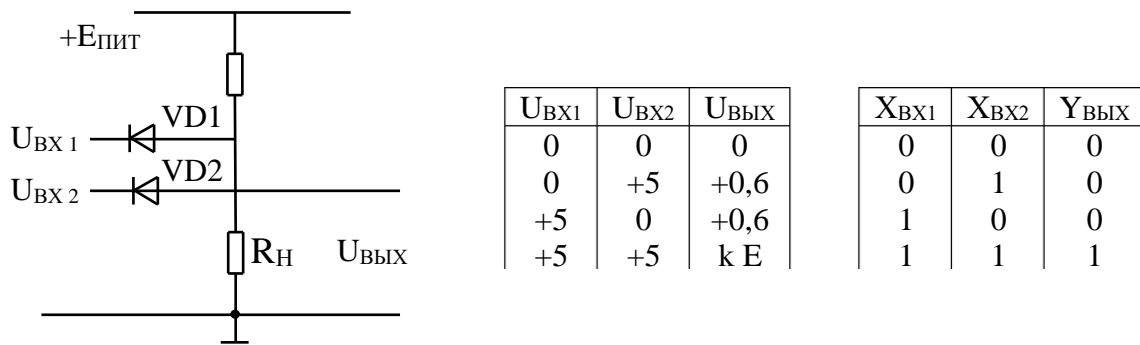

Рис. 3.18. Диодная логическая схема И
**Диодная логическая схема И** (Рис. 3.18).